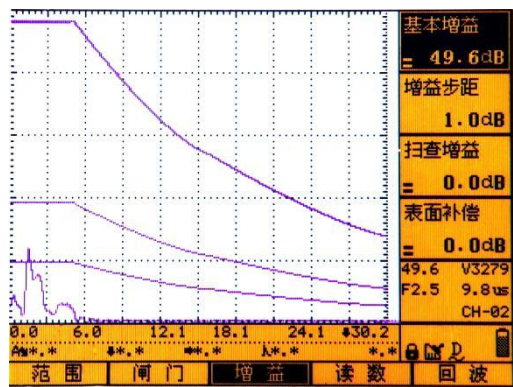

图 6.29
- d) 选择完成所有测试点后, 选择“曲线制作”子菜单, 单击【确认】键, 完成 DAC 曲线制作。在屏幕上同时显示出判废线、定量线和评定线, 共三条 DAC 曲线, 如图 6.29 所示: